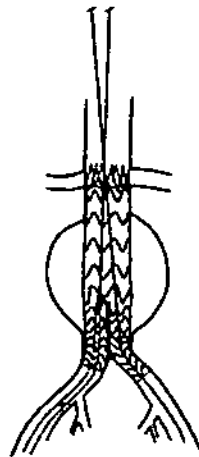

Figura 17. Introducción del sistema de liberación de la extensión de rama ipsilateral.
- Hacer avanzar la punta hacia el interior de la puerta ipsilateral y de la endoprótesis de cuerpo bifurcado. Prestar mucha atención mientras la punta de la extensión de rama entra y avanza en la endoprótesis de cuerpo bifurcado para asegurarse de que la endoprótesis principal no se mueva proximalmente (Véase figura 17) - Solo para casos en los que la vaina del sistema de liberación Navitel no sea usada como vaina introductoria.